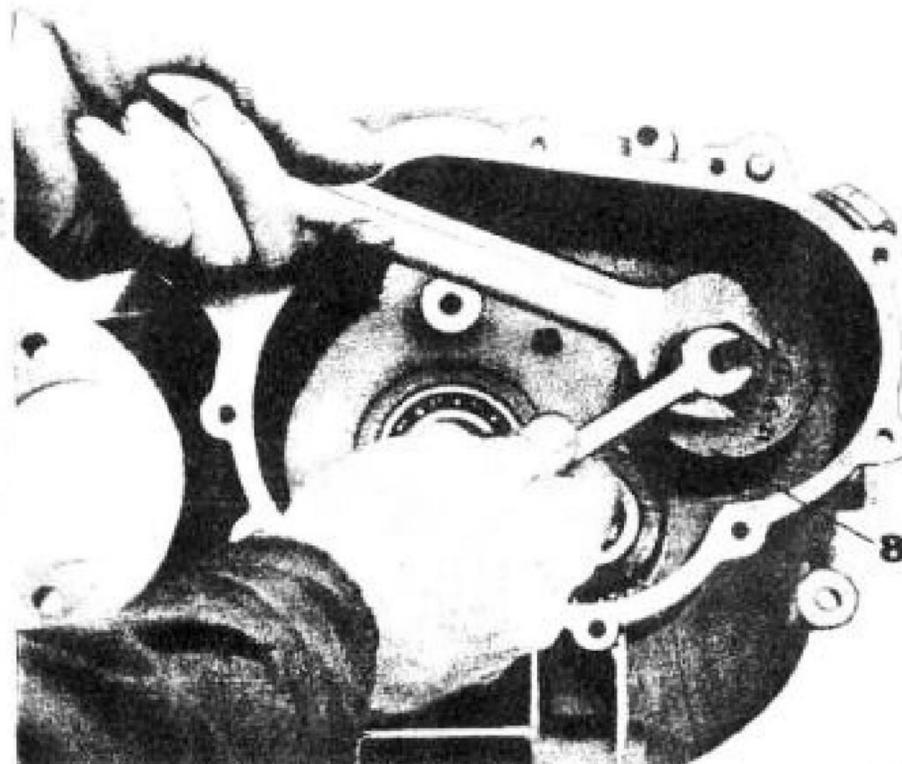

Fig. 92
- il cuscinetto a sfere sull'albero secondario a mezzo estrattore n. 12913700 (8 di fig. 92);